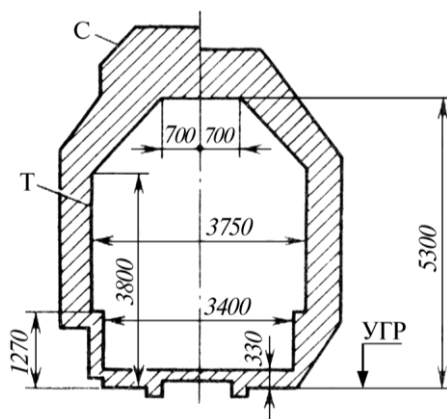

Рисунок 4 – Габариты: С – приближения строения, Т – подвижного состава
**Габарит подвижного состава** (рисунок 4) – предельное поперечное (перпендикулярное оси пути) очертание, в котором, не выходя за его пределы, должен помещаться подвижной состав, установленный на прямом горизонтальном пути. Это относится не только к новому подвижному составу, но и к имеющему максимальные нормированные допуски износа. Обозначают этот габарит буквой Т, его высота 5300 мм, ширина 3750 мм. Кроме этого габарита допускается эксплуатация подвижного состава габарита 1 – Т, а для выпуска на зарубежные дороги 1 – ВМ, 0 – ВМ, 02 – ВМ и 03 – ВМ.
**Габарит приближения строений** (см. рисунок 4) – предельное поперечное (перпендикулярное оси пути) очертание, внутрь которого не должны заходить никакие части сооружений и устройств, расположенных около железнодорожного пути. Исключение составляют лишь устройства, предназначенные для непосредственного взаимодействия с подвижным составом. Это – *контактный провод* на электрифицированных линиях, *вагонные*